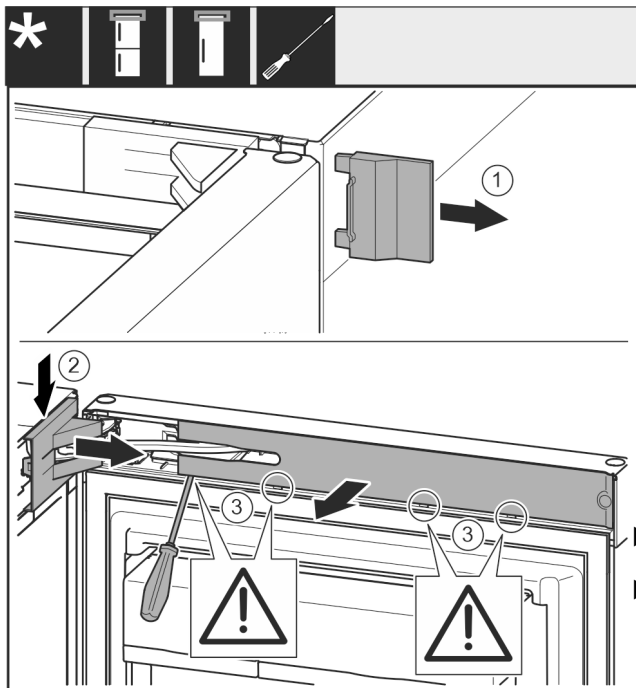

Fig. 5
- ▶ Zdjąć zewnętrzną osłonę. Fig. 5 (1)
- ▶ Wyczepić i poluzować osłonę płytki zawiasu. Zdjąć osłonę płytki zawiasu. Fig. 5 (2)
- ▶ Przy pomocy śrubokręta wyczepić zaślepkę i odchylić w bok. Fig. 5 (3)